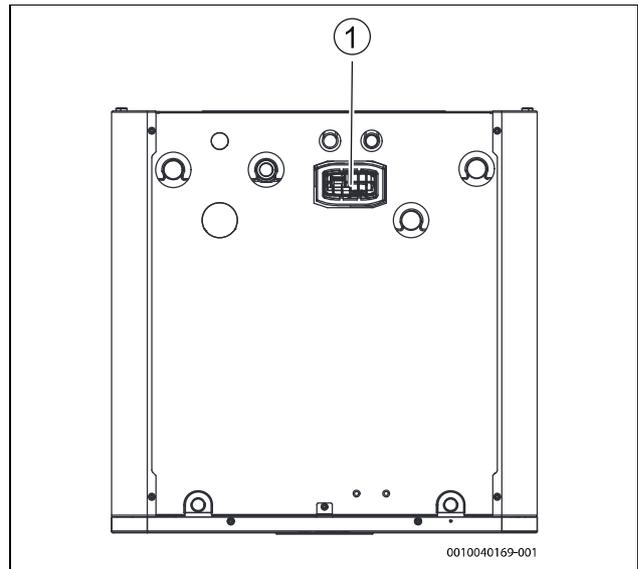

Bild 17 Halter für das Funkmodul
- ▶ Modul in den Halter einsetzen (→ [1], Abbildung 17). Wenn das Modul richtig eingesetzt wurde, blinkt eine LED.